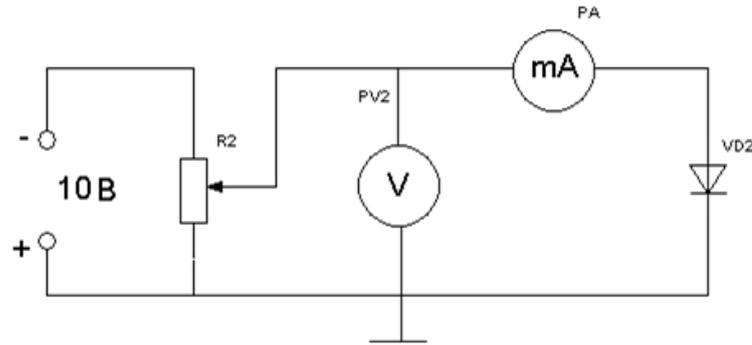

Рисунок 12.2 - Схема для исследования обратной ветви вольтамперной характеристики полупроводникового диода.
1.Собрать для исследования диода VD1 схему, приведенную на рис. 12.2.